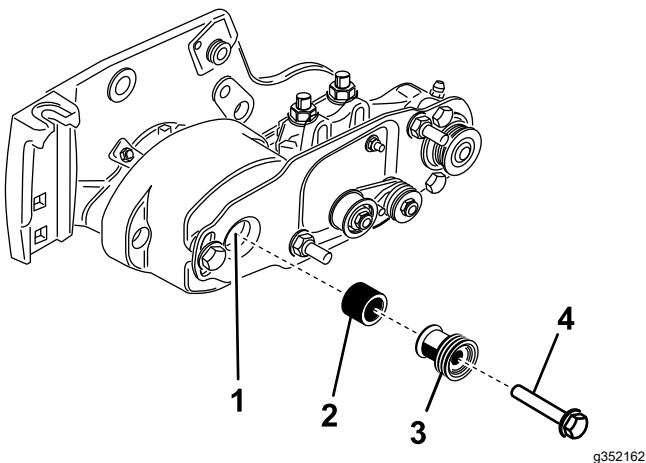

Figura 15
19. Inserte el espaciador sobre el eje en el alojamiento del cojinete (Figura 15).
20. Inserte la polea motriz en el espaciador y sobre el eje motor (Figura 15). Asegúrese de que las pestañas de la polea entran en la ranura del eje motor.
21. Sujete la polea y el espaciador al eje con un perno con arandela prensada (3/8 x 2 pulgadas) (Figura 15). Apriete el perno a 47-54 N·m.